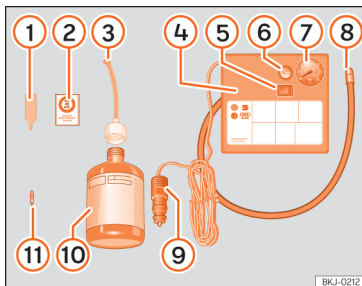

Abb. 39 Prinzipdarstellung: Bestandteile des Pannensets.
Das Pannenset befindet sich im Gepäckraum unter dem Bodenbelag. Es besteht aus folgenden Bestandteilen »» **Abb. 39**:
- Ventilkappe und Ventileinsatz vom Reifenventil abschrauben. Verwenden Sie den Ventileinsatzdreher »» **Abb. 39** ① zum Heraus-schrauben des Ventileinsatzes. Legen Sie den Ventileinsatz auf einem sauberen Untergrund ab.
- Reifendichtungsmittelflasche kräftig schütteln »» **Abb. 39** ⑩.
- Schrauben Sie den Einfüllschlauch »» **Abb. 39** ③ auf die Dichtmittelflasche. Die Folie am Verschluss wird automatisch durchstoßen.
- Verschlussstopfen vom Einfüllschlauch »» **Abb. 39** ③ entfernen und das offene Ende ganz auf das Reifenventil stecken.
- Ventileinsatz mit dem Ventileinsatzdreher »» **Abb. 39** ① wieder in das Reifenventil schrauben.
- Reifeneinfüllschlauch »» **Abb. 39** ⑧ des Luftkompressors fest auf das Reifenventil schrauben.
- Prüfen, ob die Luftablassschraube »» **Abb. 39 ⑥** zuge dreht ist.
- Stecker »» **Abb. 39 ⑨** in die 12 Volt-Steckdose des Fahrzeugs stecken »» **Seite 164**.
- Luftkompressor mit dem EIN- und AUS-Schalter »» **Abb. 39 ⑤** einschalten.
- Kleben Sie den Aufkleber »» **Abb. 39 ②** im Sichtfeld des Fahrers auf das Kombi-Instrument.
Den Reifenfüllschlauch »» **Abb. 39 ⑤** wieder anschließen und den Reifenfülldruck an der Reifenfülldruckanzeige **⑥** ablesen.